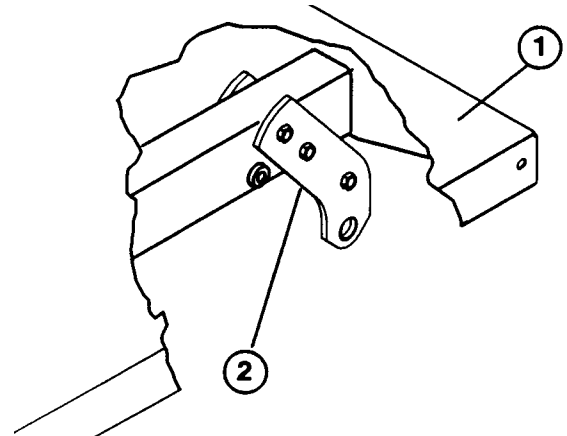
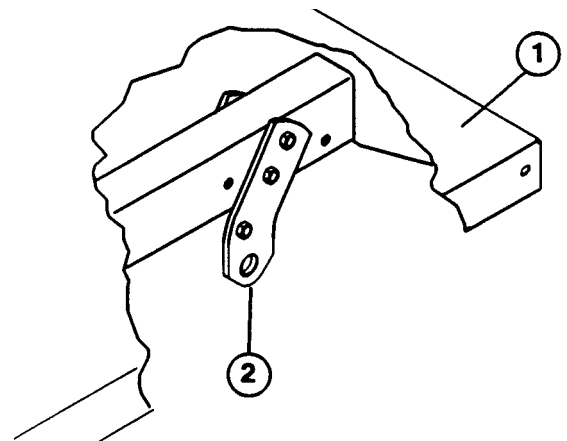

Figura 4
Figura 5
4. Monte cada conjunto de placas de articulación traseras a los canales del bastidor de la base derecho e izquierdo con los tornillos de presión y contratuercas desmontados anteriormente. Coloque los soportes en la base entera como se indica en la figura 4, y para la base de 2/3 según la figura 5.